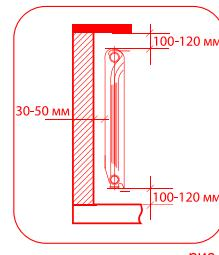

рис. 1
1. Для эффективной работы радиатора необходимо соблюдать монтажные нормы (рис. 1)